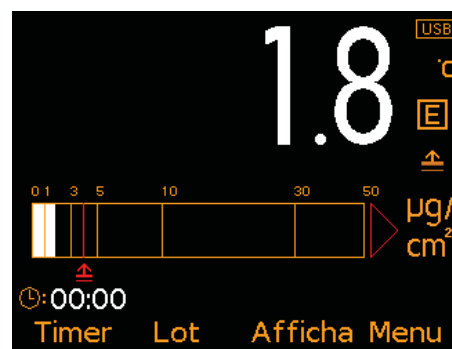

Fig. 4: Mesures & Graphe barre
- **Graphe barre (Fig. 4)** : représentation analogique de la valeur en cours et de la valeur maxi (Hi), mini (Lo) et Moyenne (\bar{x}). Le graphique est automatiquement mis à jour à chaque nouvelle mesure.